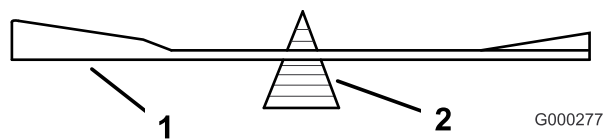

Figure 51
2. Vérifiez l'équilibre de la lame en la plaçant sur un équilibreur (Figure 51). Si la lame reste horizontale, elle est équilibrée et peut être utilisée. Si la lame est déséquilibrée, limez un peu l'extrémité de la partie